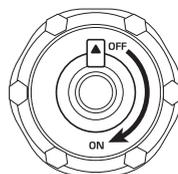

Fig. 3
7. Después de que el generador se detenga, deje que se enfríe y cierre el conducto de ventilación (ajústelo en "OFF", como se muestra en la Fig. 3).